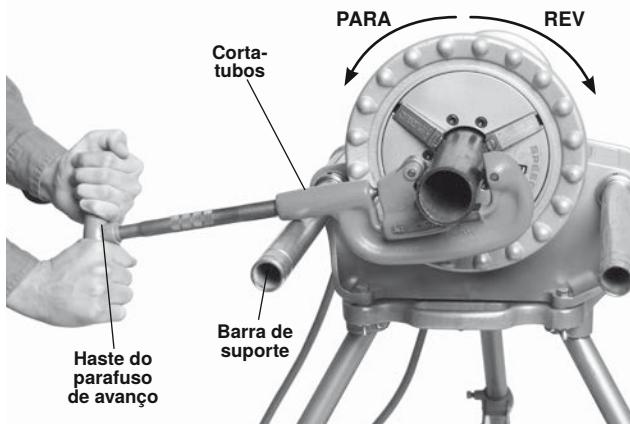

Figura 15 – Cortadora de tubos com rotação do cortadora manual/máquina (manter o cortadora em contacto com a barra de suporte).
- Coloque o interruptor para trás/desligado/para a frente na posição de para a frente. Pressione e liberte o interruptor de pedal. O mandril deve rodar para a esquerda quando visto do lado das barras de suporte da máquina (ver figura 15). Repita para a posição de para trás - o mandril deve rodar para a direita. Se a máquina não rodar na direção correta, ou o interruptor de pedal não controlar o funcionamento da máquina, não utilize a máquina até ser reparada.
Retire o carro 311 antes de utilizar o propulsor 300 Power Drive com ferramentas manuais para cortar, escarear ou roscar tubos. Certifique-se de que a barra de suporte do lado do interruptor se estende totalmente além da dianteira do propulsor (*figura 15*).
1. Abra a cortadora rodando o parafuso de avanço para a esquerda. Coloque a cortadora com o lado aberto para cima (como ilustrado na *figura 15*) e alinhe a roda de corte com a marca no tubo. Cortar secções de tubos roscadas ou danificadas pode danificar a roda de corte.